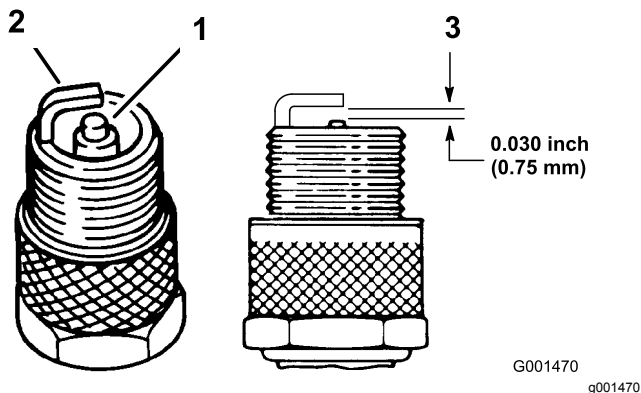

Figure 25
1. Examinez le centre des bougies (Figure 25). Si le bec isolant est recouvert d'un léger dépôt gris ou brun, le moteur fonctionne correctement. S'il est recouvert d'un dépôt noir, cela signifie généralement que le filtre à air est encrassé.
2. Contrôlez l'écartement entre l'électrode centrale et l'électrode latérale (Figure 25). Courbez l'électrode latérale si l'écartement est incorrect.